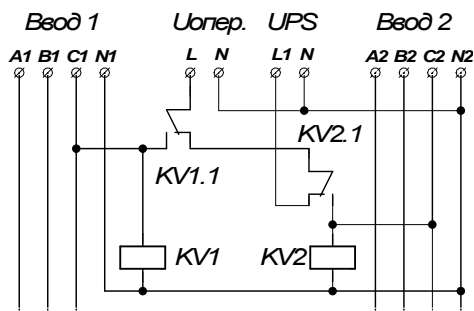

Рис.10 Схема получения оперативного питания с использованием 2-х реле напряжения и UPS
5.2.3. Схема получения оперативного питания с использованием 2-х реле напряжения и источника бесперебойного питания. UPS питается от одной из фаз любого ввода. Выход UPS подключается к схеме, показанной на рис. 10.